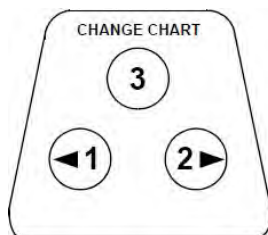

Figure 16. Boutons graphiques sensibles à la pression
2. Appuyez et maintenez le bouton de changement de papier graphique (n° 3 sur la Figure 16) pendant environ une seconde. Le stylet quitte l'échelle.
3. Comparez la température de l'enregistreur à la température de la solution. Si nécessaire, réglez l'enregistreur en appuyant sur les boutons graphiques de gauche et de droite (n° 1 et n° 2 sur la *Figure 16*) pendant environ 5 secondes.